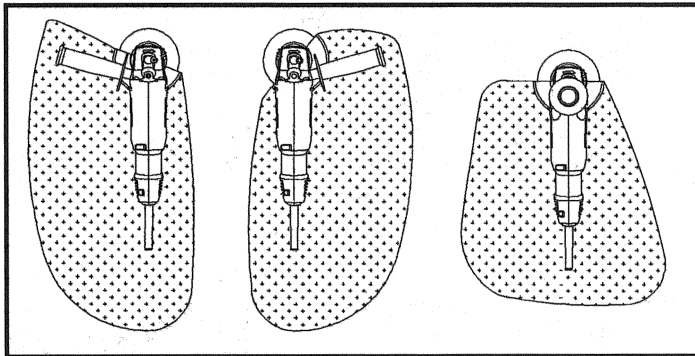

Fig. 4
3. Sitúe el protector de la muela en la máquina de manera que se ubique entre el operador y la muela (ver la Fig. 4).
**ADVERTENCIA:** Asegúrese siempre de que el protector de la muela esté ubicado entre el operador y la muela para que las virutas o pedazos que salgan despedidos de una muela que se rompa se desvíen del operador (ver la Fig. 4).